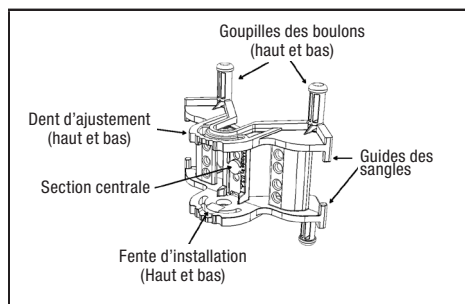
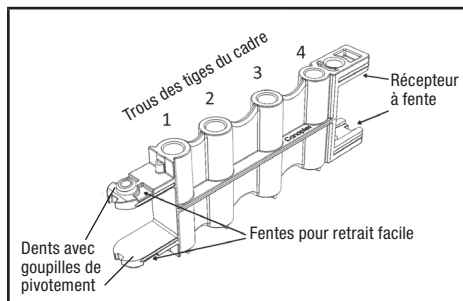

Figure 2 : Diagramme détaillé du support en angle
Figure 3 : Diagramme détaillé de la tige télescopique
- Consultez la figure 2 et la figure 3.
- Consultez la figure 3.